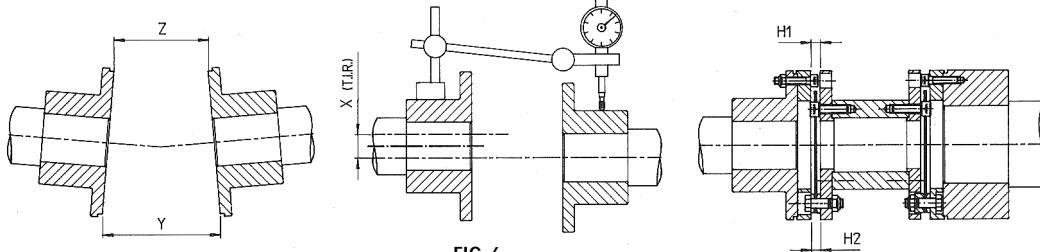

FIG. 6
1.2 Monter les moyeux (8) et (9) sur leurs arbres respectifs dans la bonne position (voir fig. 6). L'extrémité de l'arbre doit correspondre avec l'extrémité du moyeu. En cas de doute, nous consulter.
1.4 Aligner les arbres en utilisant un comparateur. La précision d'alignement (X et Y - Z) est donnée dans le tableau (fig. 6).
1.4 Lijn de twee assen uit met behulp van een meter. Uitlijnings nauwkeurheid X en Y - Z volgens uitlijningstabulatie fig. 6.
1.2 Install hubs (8) and (9) on their respective shafts in their proper position (see fig. 6). Hub faces must be flush with shaft end. In case of doubt, please consult us.
1.4 Align the two shafts using an indicator. Alignment precision (X and Y - Z) is given in alignment tabulation (fig. 6).
1.2 Montera naven (8) och (9) på respektive axlar i rätt läge (se fig. 6). Naven måste vara i linje med axeländarna. Om något är oklart ber vi er vänligen att kontakta oss.
1.4 Rikta upp de båda axlarna med indikatorklocka. Max. tillåten uppriktning X och Y - Z finns angiven i tabellen (fig. 6).